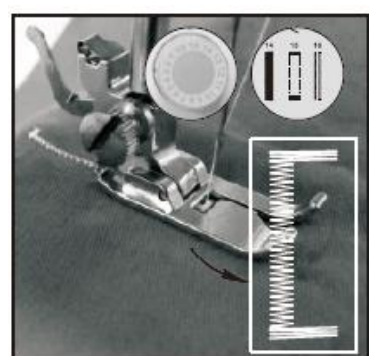

Bild 17
- 4) Välj stygn nummer 15. Starta maskinen och sy 5-6 stygn i låg hastighet och stoppa maskinen (bild 17).